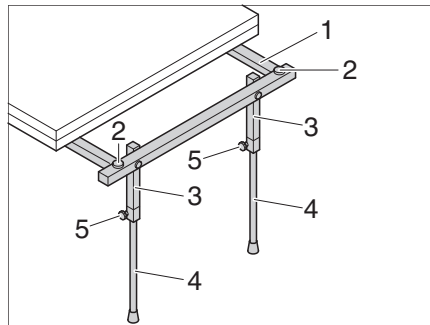

Fig. 116 Soportes telescópicos (sólo Just Go)
- Sacar la estructura inferior de la mesa (Fig. 116,1).
- Colocar los soportes (Fig. 116,3) en posición vertical.
- Abrir las dos perillas de empuñadura de estrella (Fig. 116,5) y extender los soportes telescópicos (Fig. 116,4) hasta la altura deseada.
- Apretar dos perillas de empuñadura de estrella (Fig. 116,5).
- Ajustar la altura deseada del tablero de mesa con los dos tornillos (Fig. 116,2).